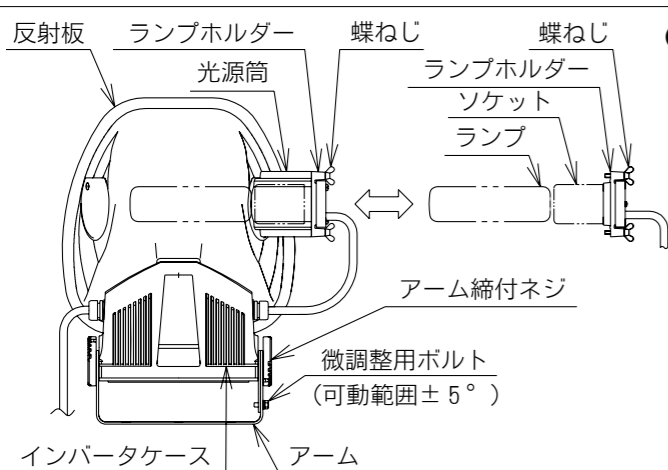
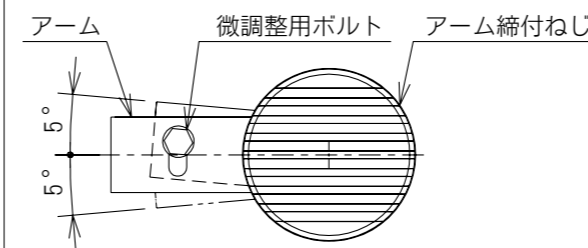

図3
図7
2. 照明器具の光源筒とランプホルダーの取付けは、図3のように光源筒にランプホルダーを挿入し2ヶ所の蝶ねじを平均に締付けてください。
1. 図3のアーム締付ねじを緩めて照射角度に合わせてください。
4. 10°以下の微調整が必要な場合はアーム締付ねじを若干緩め、図3の微調整用ボルトを緩めて微調整をおこなってください。微調整の範囲は±5°です。調整後、微調整用ボルト、およびアーム締付ねじをしっかりと締付けてください。(図7)